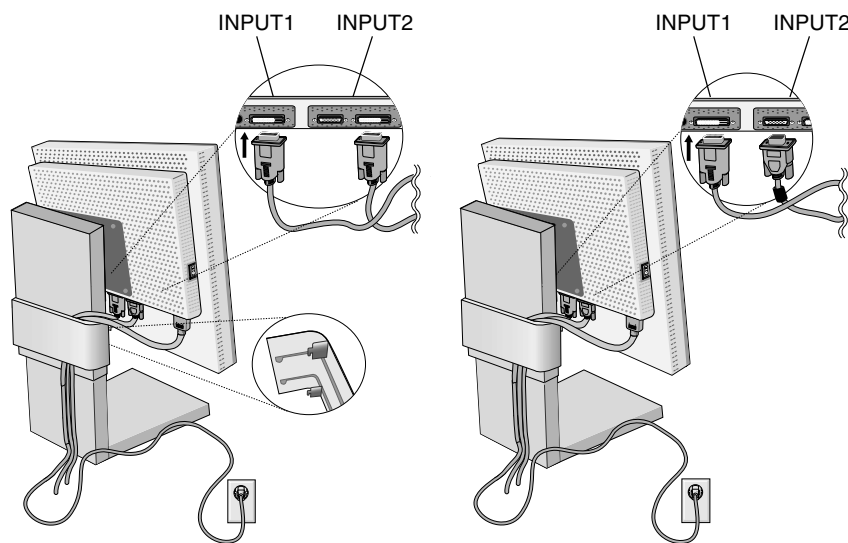

Figure C.1
3. Connectez le câble signal DVI au connecteur situé à l'arrière du moniteur. Mettez en place le câble de signal vidéo (**Figure C.1**). Ne connectez pas simultanément le VGA et le DVI à l'entrée INPUT 2.
Rassemblez les câbles et conservez-les dans le support avec le cache-câbles. Il est possible d'attacher le cache-câbles sur le côté avant ou arrière du support inclinable (**Figures C.1 et C.2**).
4. Connectez une extrémité du cordon d'alimentation à l'arrière du moniteur et l'autre à la prise de courant (**Figure C.1**).